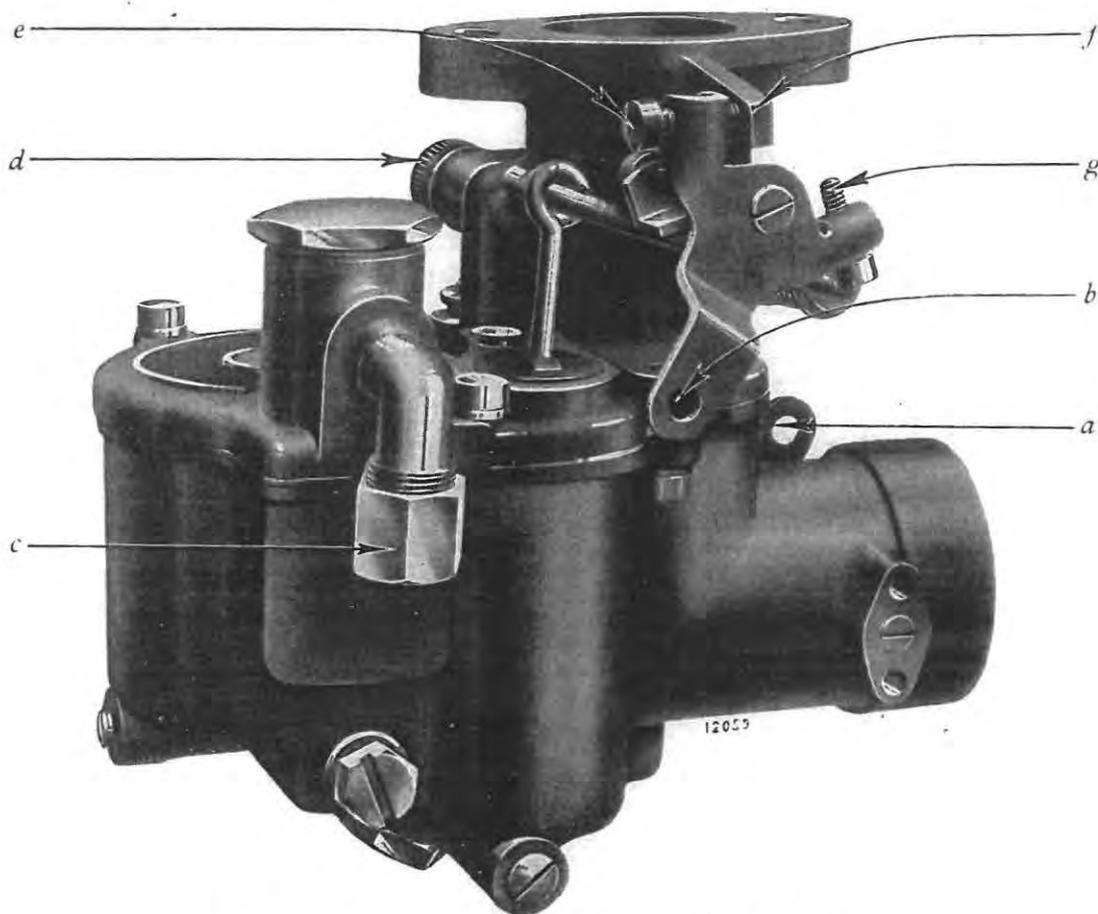

Fig. 40. — Vue extérieure du carburateur Stromberg.
131. — RÉGLAGE DU RALENTI (FIG. 40)
B. RÉGLAGE DE LA COMMANDE DES GAZ (VOIR FIG. 40)